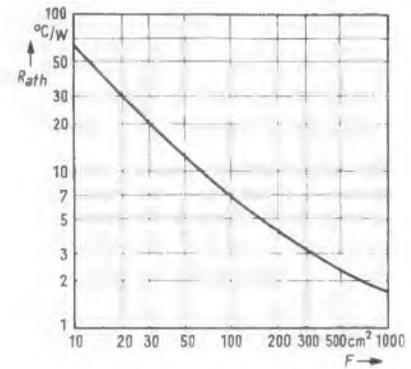
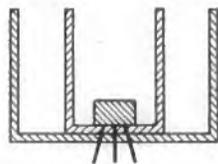

Bild 5. Kurve zum Bestimmen von Kühlflächen
Bild 7. Kühlkörper, aufgebaut aus zwei U-förmig gebogenen Kühlblechen
Eine solche Kurve zeigt Bild 5. Sie gibt, wie Versuche und Literatur zeigen, eine recht befriedigende Lösung der gestellten Dimensionierungsaufgabe. Die Kenntnis dieser Kurve allein reicht aber nicht aus.
#### 4.1 Näherungsgleichung für die Kurve in Bild 5
Diese Gleichung (2,3) bestimmt einen Kurvenverlauf, der zwischen  $F = 10$  cm² und  $F = 200$  cm² dem von Bild 5 entspricht. Lediglich im Gebiet großer  $F$ -Werte (> 300 cm²) liegt diese Kurve um 10...15 % unter den errechneten Werten
In der Kurve Bild 5 sind nun auch diese unterschiedlichen Einflüsse deutlich zu erkennen. Mit größer werdender Kühlfläche nimmt der Wärmewiderstand langsamer ab, weil eben dann der erste Summand von Gleichung (17) etwa gleich dem zweiten wird, d. h. der Vorteil der größeren Wärmeabstrahlfläche kommt deshalb nicht voll zur Geltung, weil gleichzeitig
Bild 6. Vergleich zwischen der Kurve  $R_{ath}$  von Bild 5 und dem Wärmewiderstand  $R_{thK}$  bei Wärmeaustausch durch Konvektion für eine vertikale, quadratische Platte bei  $\Delta t = 40^\circ\text{C}$  (Kurve 8 von Bild 3)
der Leitungswiderstand innerhalb des Materials wächst. Bild 6 macht dies deutlich. Hier ist einmal die Kurve von Bild 5 und zum anderen die Kurve 8 von Bild 3 eingetragen. Bei der zweiten ist lediglich die Konvektion einer vertikalen Platte berücksichtigt. Deshalb sind auch beide Kurven bei kleinen Kühlflächen angenähert parallel, denn der Wärmebahnwiderstand ist dabei zu vernachlässigen. Bei größeren Flächen dagegen verläuft die  $R_{ath}$ -Kurve flacher als die  $R_{thK}$ -Kurve, bedingt durch den steigenden Leitungswiderstand im Material. Aus diesem Grund wählt man auch bei großen Kühlflächen nicht ein einziges Blech, sondern man schachtelt U-förmig gebogene Bleche ineinander (Bild 7). Dadurch wird der Wärmetransportweg nicht zu groß.
Die Kurve Bild 5 gilt zunächst für ein 2 mm starkes Aluminiumblech, das glatt ist und vertikal aufgestellt wird. Wie verlagert sich nun die Kurve Bild 5, wenn diese Voraussetzungen geändert werden?
Nach Gleichung (17) und Abschnitt 4.1 ergeben sich nur bei großen Kühlflächen ( $F > 200 \text{ cm}^2$ ) merkliche Abweichungen gegenüber der Kurve von Bild 5.
Auch in diesem Fall müssen Abweichungen gegenüber der Kurve Bild 5 bei größeren Kühlflächen, d. h. größeren Wärmebahnwiderständen, berücksichtigt werden. Kupfer gibt kleinere  $R_{ath}$ -Werte als Aluminium, Eisen und Messing geben höhere  $R_{ath}$ -Werte als Aluminium.
In diesem Fall treten nur dann erhebliche Abweichungen von den Werten der Kurve in Bild 5 auf, wenn sich der Absorptionskoeffizient  $\alpha$  (Abschnitt 2.4) wesentlich erhöht. Für die Abschätzung der dann gültigen  $R_{ath}$ -Werte benützt man die Kurven von Bild 4.
Erhöht man  $\alpha$  z. B. auf 0,2 oder 0,85, so muß man den bei der gegebenen Kühlfläche abgelesenen Wert mit 4 bzw. 17 multiplizieren. Der so erhaltene Wärmeleitwert  $G_{thS}$  wird in einen Wärmewiderstand umgerechnet ( $R_{thS}$ ). Aus der Parallelschaltung von  $R_{ath}$  (Bild 5) und  $R_{thS}$  ergibt sich der für die andere Oberfläche gültige Wert  $R_{ath}$ .
Nach der Kurve Bild 5 ergibt sich für  $R_{ath}$   $2,4 \text{ }^\circ\text{C/W}$ ; durch Erhöhung von  $\alpha$  auf 0,2 erniedrigt sich nun  $R_{ath}$  auf  $2,12 \text{ }^\circ\text{C/W}$ ,
Der Kurve Bild 5 ist ein vertikal gestelltes Kühlblech zugrunde gelegt. Sieht man eine horizontale Lage vor, so ändern sich die Werte nur geringfügig. Einen Anhaltspunkt bietet Gleichung (17), Abschnitt 4. Die Konstante C ändert sich von 0,85 auf 1 bzw. von 0,43 auf 0,5, also um etwa 20%.